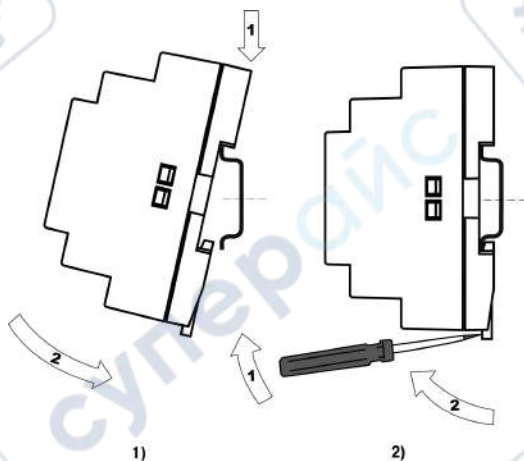

Рисунок 6 – Монтаж (1) и демонтаж (2) прибора
3. С усилием придавить прибор к DIN-рейке в направлении, показанном стрелкой, до фиксации защелки (см. рисунок 6).
Для демонтажа прибора следует (см. рисунок 6):